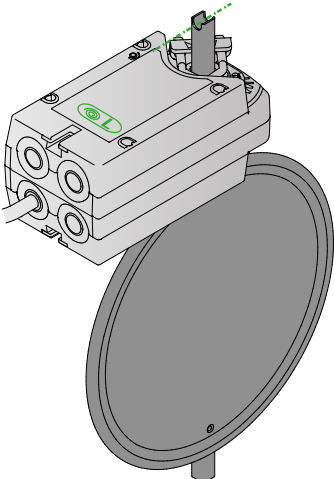

Figure 10. Registre ouvert avec cavalier positionné à gauche (NO – normalement ouvert).
4. Remettez en place le collier de l'axe et le circlip. Ouvrez ensuite la palepale du registre, voir la figure 10.
5. Installé avec le collier de l'axe (NO (L)).